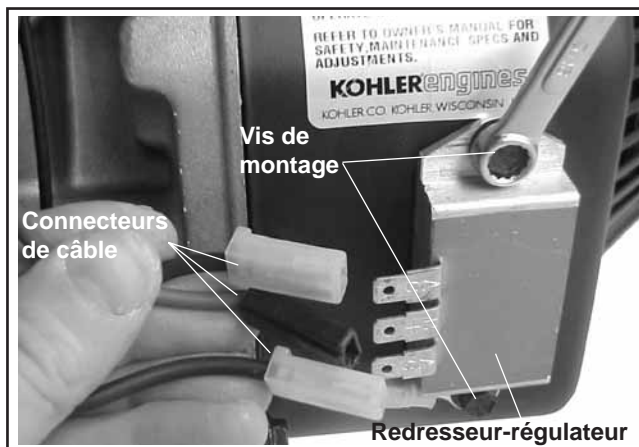

Figure 9-20. Dépose du redresseur-régulateur.
1. Débrancher le(s) connecteur(s) du redresseur-régulateur. Voir la figure 9-20.